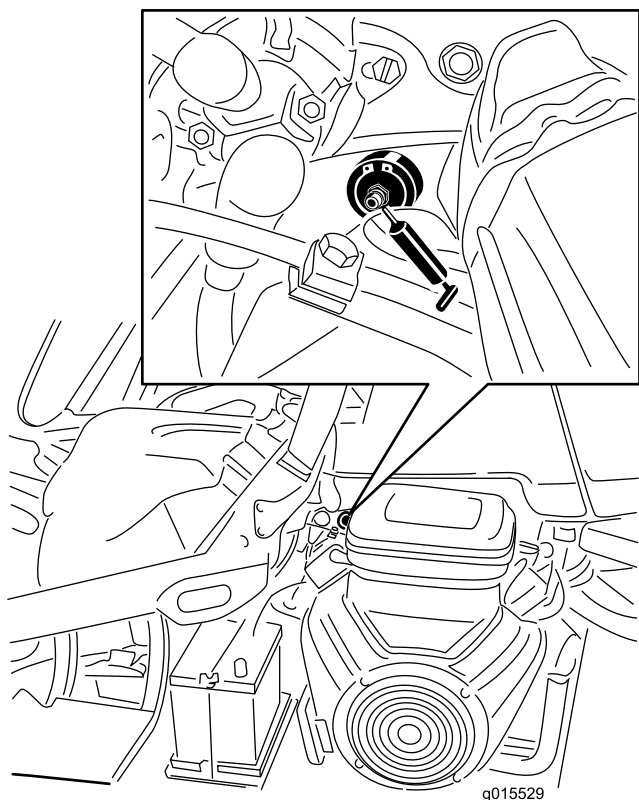

Figura 42
1. Limpie el punto de engrase para evitar que penetre materia extraña en el cojinete o el casquillo (Figura 42).